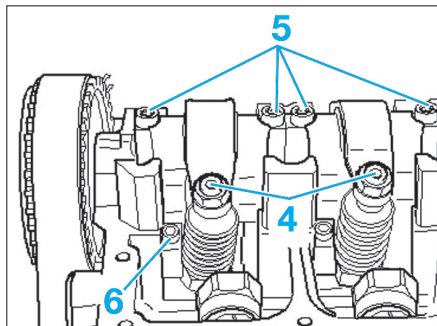

Fig. 32
- Desserrer les contre-écrous des vis de réglage (4) et dévisser les vis de réglage jusqu'à ce que le culbuteur respectif vienne en appui sur le ressort de pousoir de l'injecteur-pompe (Fig.32).